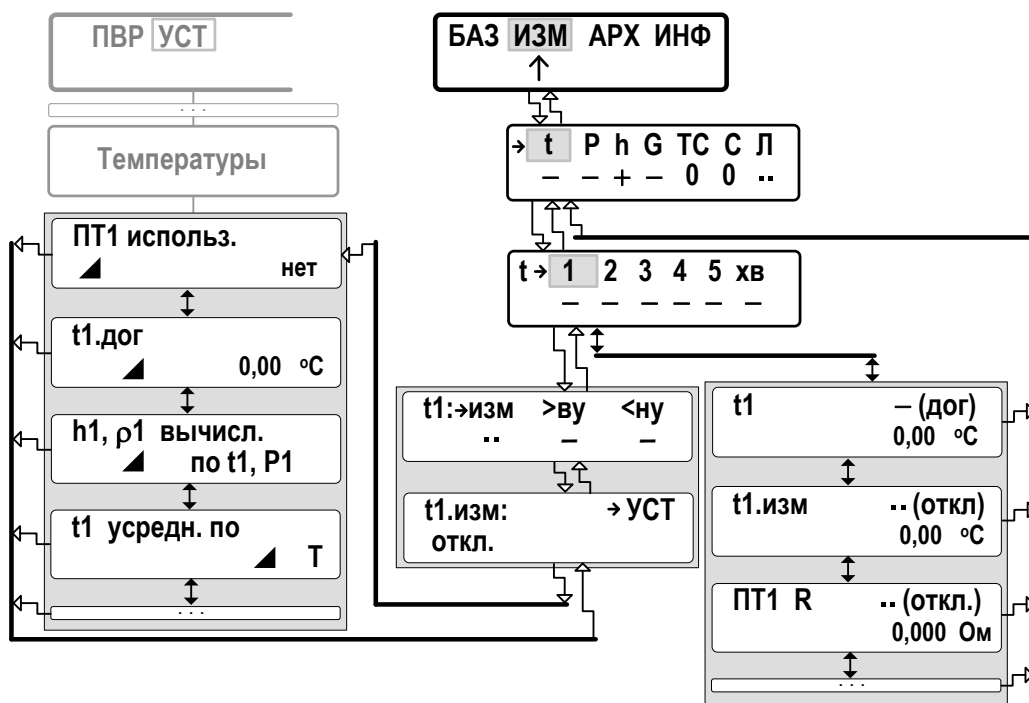

**Рис.17. Структура и возможные значения членов формулы условия для фиксации ситуации.**
6.6.3.2. Формула для формирования условия фиксации ситуации имеет структуру, показанную на рис. 17.